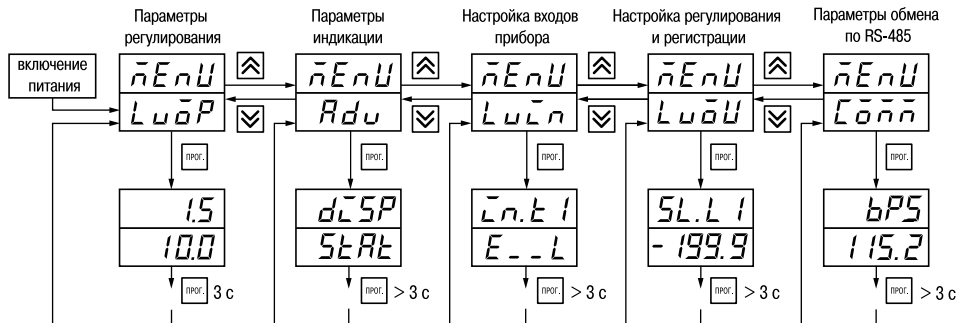

Рис. 22
7.1.2. Основные параметры прибора TPM202 объединены в 5 групп **LuoP**, **Adu**, **LuLn**, **LuoU** и **Loññ**, составляющие меню прибора (рис. 22). Полный список программируемых параметров приведен в Прил. Б.